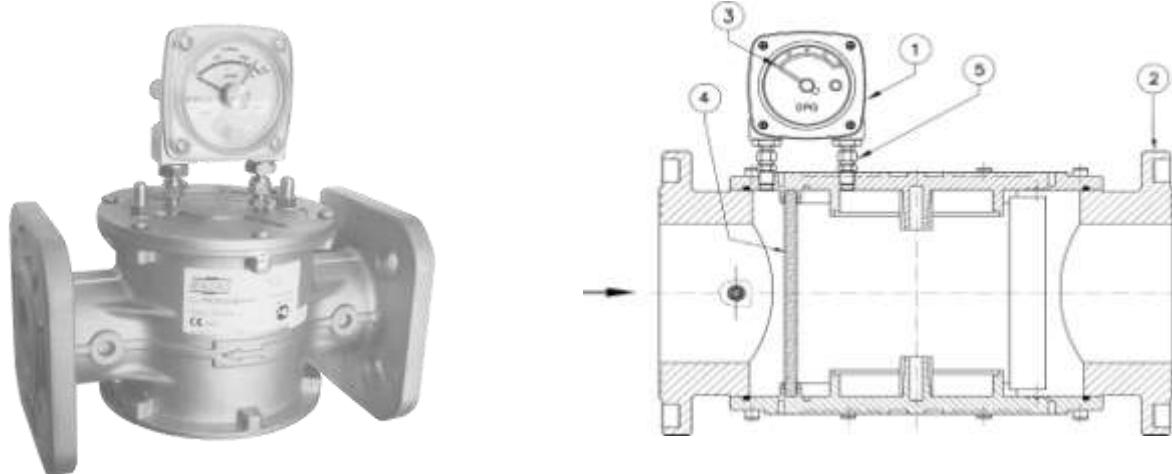

Рис.6
Фильтр с индикатором перепада давления (рис. 6) состоят из: индикатор перепада давления DP/G (1); корпус фильтра (2); шкала индикатора перепада давления (3); фильтрующий элемент (4); штуцеры крепления индикатора перепада давления (5).